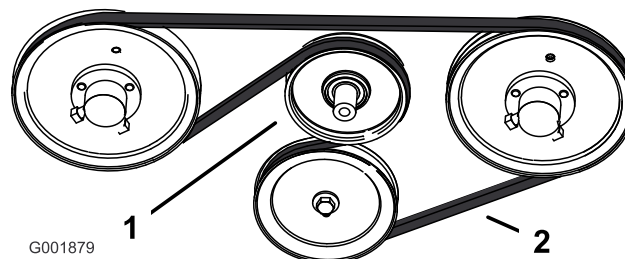

Figure 69
3. Pour remplacer la courroie, abaissez la poulie de tension rappelée par ressort et enlevez la courroie des poulies du moteur et de la pompe hydraulique (Figure 69). Enlevez la courroie entre les poulies.
4. Montez la courroie neuve sur les poulies du moteur et des pompes hydrauliques (Figure 69).
5. Abaissez la poulie de tension rappelée par ressort et alignez-la sous la courroie d'entraînement, puis relâchez-la (Figure 69).